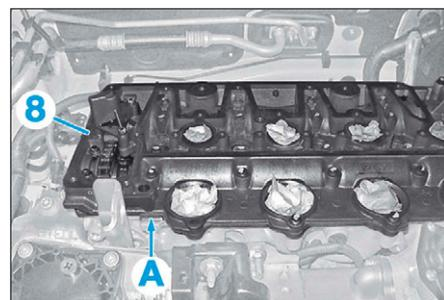

FIG. 84
- Décoller le carter chapeaux de paliers d'arbres à cames à cames, faire levier en (A) (Fig.84).
- le carter chapeaux de paliers d'arbres à cames (8),